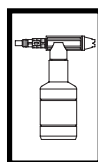

Figure 8
- Remplir l'appliqueur de détergent (figure 8) de détergent.